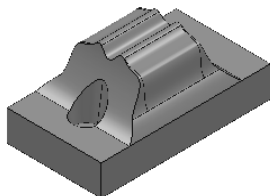

图2-135 打开范例文件
2) 选择下拉菜单中的“文件”→“范例”命令，弹出“打开范例”对话框，选择“touying.dkg”(“随书光盘:\第2章\exercise18\uncompleted\touying.dkg”)文件，单击“打开”按钮即可，如图2-135所示。